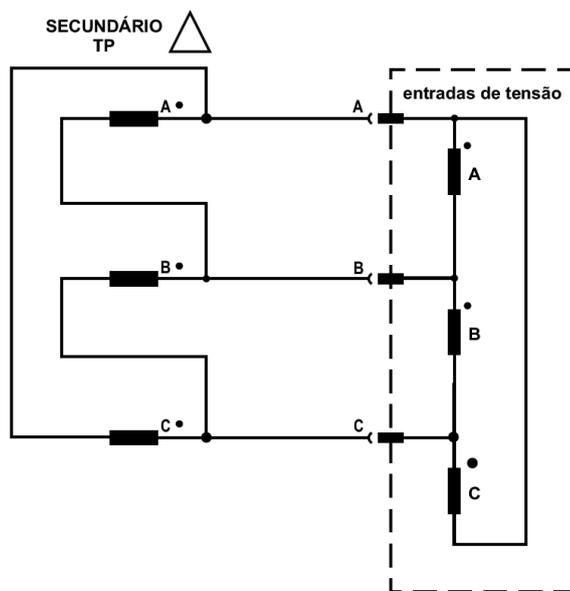

Figura 3: Secundário do transformador de potencial (TP) fechado em delta Δ
- secundário do transformador de potencial (TP) fechado em delta - Δ (vide figura 3);